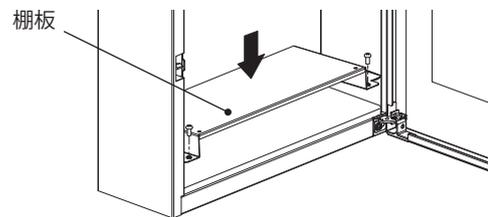

図 2
2. 上下を反転し、小ねじ M3×6 (2 か所) にて固定してください。(図 2)